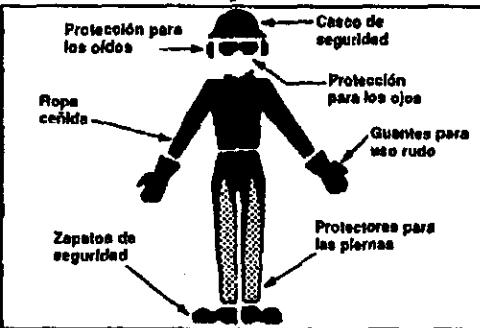

Figura 4
- Use los dispositivos de seguridad. Figura 4. Siempre use zapatos de seguridad con punta de acero y suelas antideslizantes; ropa cerada; guantes para uso rudo anti-deslizantes; protección para los ojos, tal como anteojos ventilados antiempañantes o careta completa; un casco de seguridad aprobado y barreras contra el ruido — tapones para los oídos u orejeras para proteger los oídos. No use ropa suelta ni artículos de joyería; éstos pueden engancharse en piezas móviles. Use una red de protección para proteger el pelo largo. Los usuarios regulares deben examinarse los oídos con regularidad ya que el ruido de la sierra de cadena puede dañar el oído.